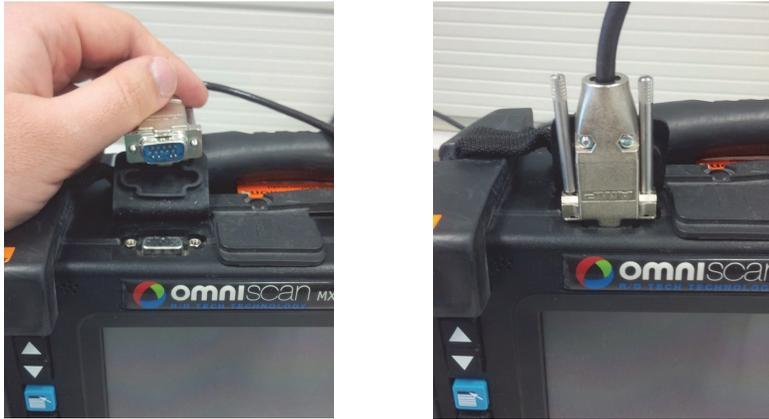

图 2-12 将编码器线缆连接到 OmniScan MX 仪器
7. 将编码器连接到 OmniScan MX 仪器（参见第 34 页的图 2-12）。